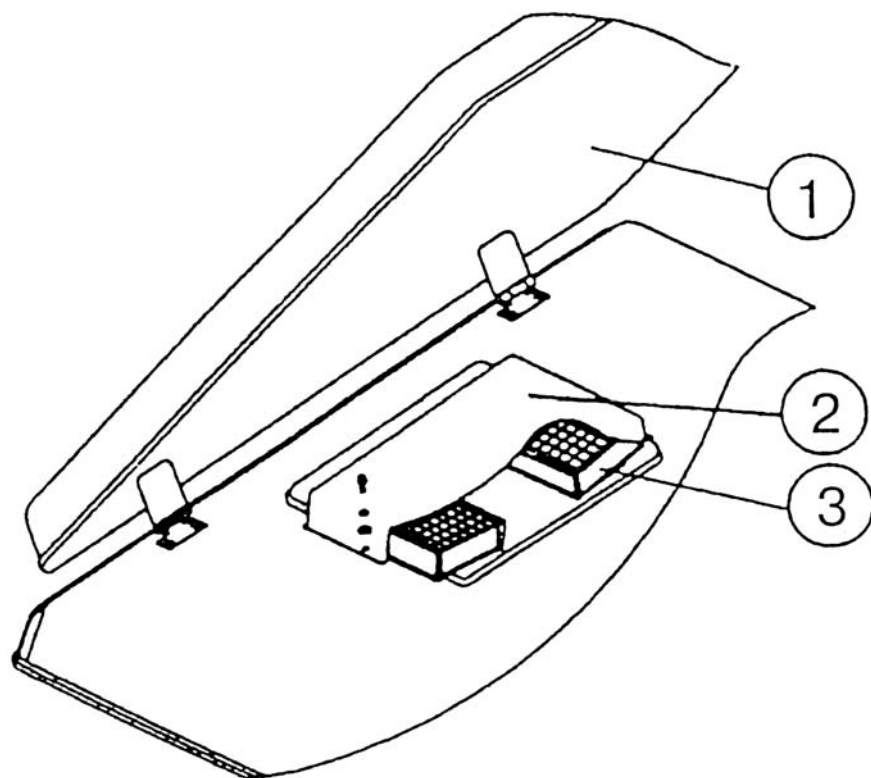

Рисунок 7.26 - Очистку фильтра системы отопления и вентиляции
- а) поднять крышу кабины 1 (рисунок 7.26);